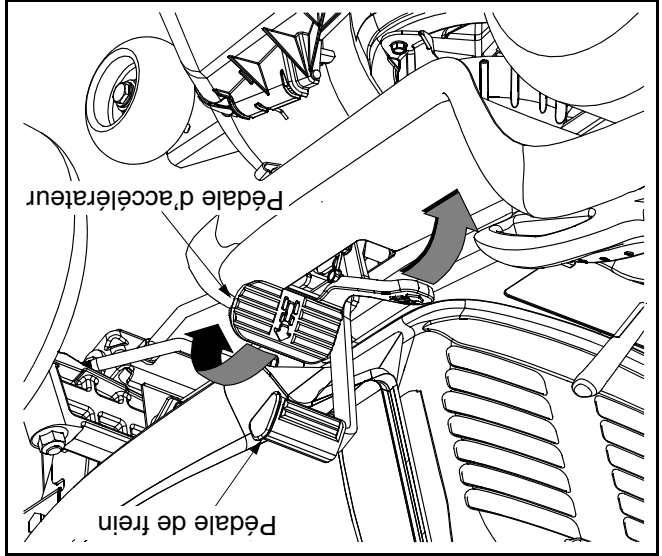

Figure 9
- Pour vous déplacer en MARCHE AVANT, appuyez lentement sur la partie supérieure de la pédale d'accélérateur jusqu'à l'obtention de la vitesse désirée. Voir la Figure 9.
- Pour vous déplacer en MARCHE ARRIÈRE, assurez-vous qu'il n'y a pas d'obstruction derrière vous, puis appuyez lentement sur la partie inférieure de la pédale d'accélérateur avec la plante de votre pied (et pas votre talon) jusqu'à l'obtention de la vitesse désirée. Voir la Figure 9.